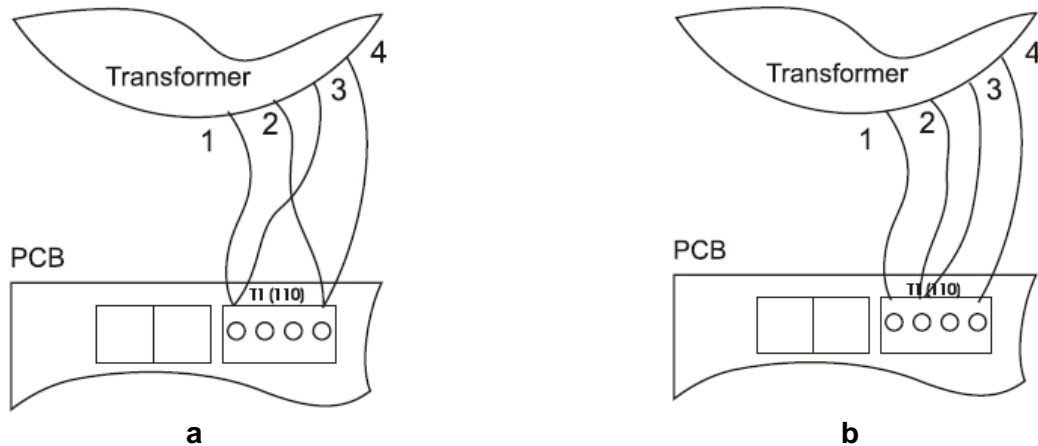

Рисунок 2. Настройка напряжения питания 110В (рисунок а), 220В (рисунок б).
6. Проверить соответствие бортового питания требованиям настоящего РЭ (110 или 220В переменного тока). С завода БП поставляется настроенным на напряжение питания от сети 220В 50/60 Гц. Если питание БП будет осуществляться от сети 110В 50/60 Гц, то следует выбрать другой способ подключения трансформатора к клемме «Т1 (110)» БП (смотрите Рисунок 2).